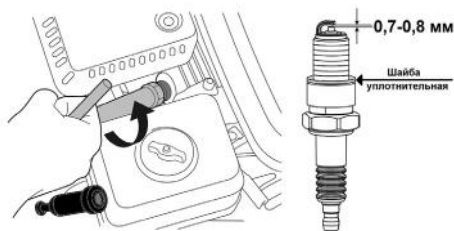

Рис. 19 Обслуживание свечи зажигания
- Снимите со свечи зажигания колпачок высоковольтного провода и удалите грязь вокруг свечи зажигания (Рис. 19).
- Измерьте зазор между электродами свечи зажигания специальным щупом. Зазор должен быть 0,7-0,8 мм (Рис. 19). При необходимости, произведите регулировку зазора.